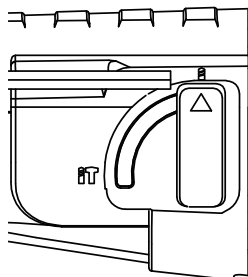

рис. 6
- Для сверления стали, дерева и пластика выберите положение Rotary drilling (круговое сверление). (Рис. 6)